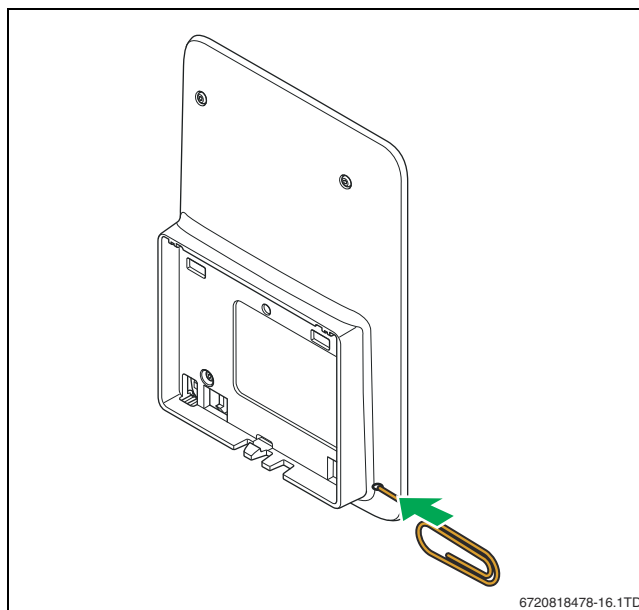

Рис. 19 Reset
- ▶ Нажмите кнопку сброса Reset (→ рис. 19) и удерживайте несколько секунд.